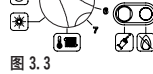

图 3.3
- 打开选择器 3 (如图 3.3 所示); 信号灯 1 将闪烁, 约每 2 秒一次。